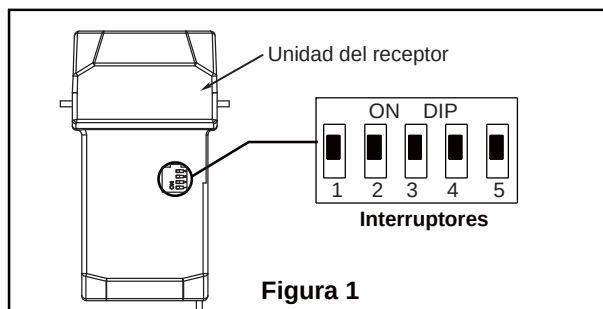

Figura 1
- ☐ 1. Extraiga una de los tornillos de hombro en el soporte del gancho. Afloje el segundo tornillo de hombro sin extraiga completamente. Instale la cubierta rotando la ranura clave en la cubierta sobre el tornillo de hombro del soporte del gancho. Fije el tornillo de hombro. Instale adecuadamente y fije el segundo tornillo de hombro que fue anteriormente guardado. (Figura 1)